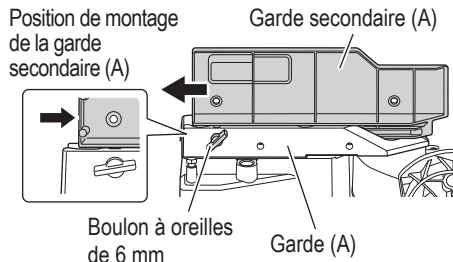

Fig. 11
Lors d'une coupe d'angle en biseau droit, desserrer la vis papillon de 6 mm, puis faites glisser la garde secondaire (A) vers l'extérieur et retirez-la, comme le montre la Fig. 11. Le non-respect de cette consigne pourrait entraîner le corps principal ou la lame de la scie d'entrer en contact avec la garde secondaire (A) et causer des dommages.
Dans le cas d'une coupe à angle direct et d'une coupe en biseau à gauche, faire glisser vers l'intérieur jusqu'à la position où la garde secondaire (A) touche et la fixer avec une vis papillon de 6 mm. (Comme illustré sur la Fig. 11)